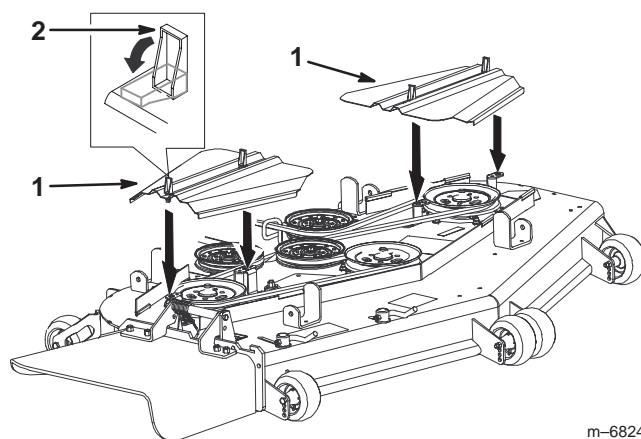

Figure 67
3. Déposez les couvercles de la courroie (Fig. 67).
7. Posez et verrouillez les couvercles de la courroie (Fig. 67).